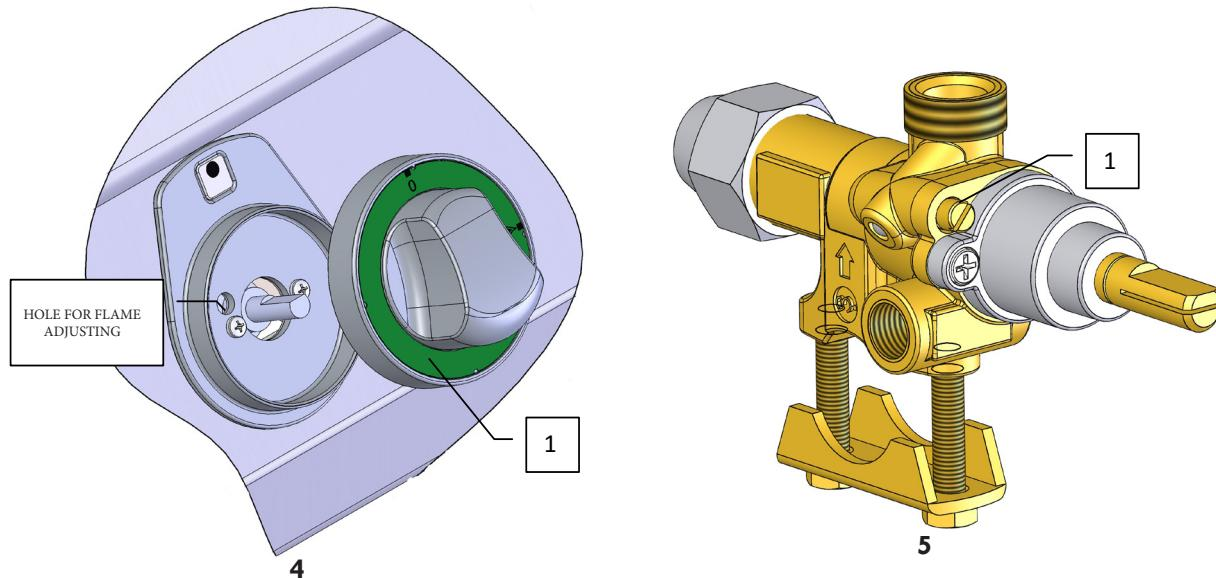

Abb. 1
- 1) Nehmen Sie den Bedienknopf vom vorderen Paneel ab. (Abb.1, Anm.1)
- 2) Demontieren Sie das vordere Paneel. (Abb.1, Anm.3)
- 3) Demontieren Sie die Schublade (Abb.1, Anm.2)